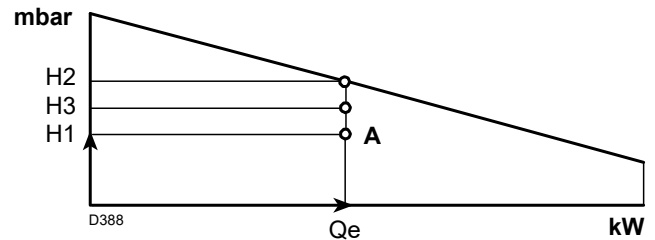

Fig. 40
H1 = presión en la cámara de combustión punto A que debe quedar dentro del campo de trabajo (Fig. 40).
- 4 -Trazar una vertical desde el punto A, Fig. 40, y encontrar la máxima presión H2 del campo de trabajo.
Si H3 es mayor que H1, como en la Fig. 40, el quemador puede erogar el caudal requerido.